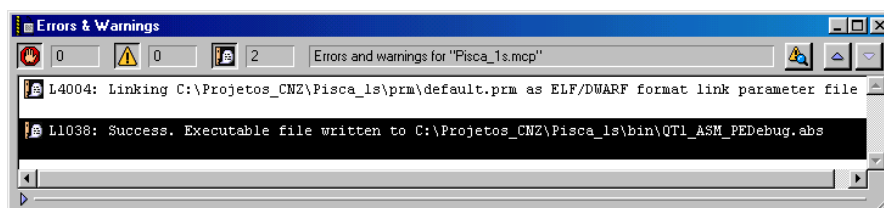

Figura 30 – **Errors & Warnings**
- C. Se forem detectados erros, o programador através das mensagens na janela **Errors & Warnings** (Figura 30) deverá: interpretar os erros, voltar ao código fonte, corrigi-los e construir novamente o código executável. Essas etapas devem ser repetidas enquanto o processo de construção indicar a existência de erros. Ao final a janela deverá apresentar 0 erros (*errors*), 0 avisos (*warnings*), se possível e N mensagens de não erros.